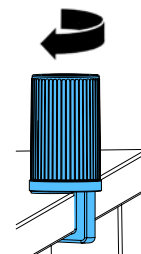

Fig. 4
- ⇒ Monte el zócalo con la abrazadera universal en el lado posterior o lateralmente de la mesa de trabajo (Fig. 4).